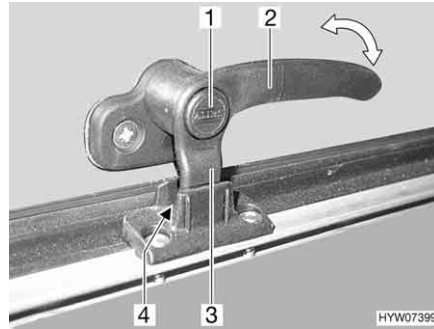
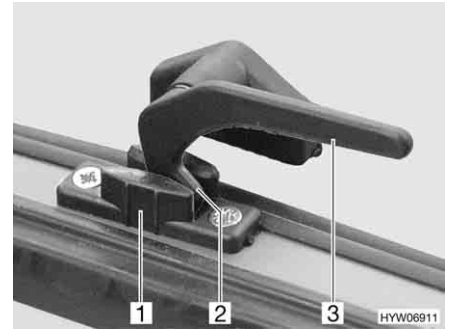

Bild 99 Verriegelungshebel mit Sicherungsknopf in Stellung "Dauerbelüftung"
Bild 100 Verriegelungshebel in Stellung "Dauerbelüftung"
- in Stellung "Dauerbelüftung" (Bild 99 und Bild 100)
- Wenn vorhanden, Sicherungsknopf (Bild 99,1) drücken und gedrückt halten.
- Alle Verriegelungshebel (Bild 99,2 oder Bild 100,3) eine viertel Umdrehung zur Haubenmitte hin drehen.
- Alle Verriegelungshebel wieder zurückdrehen. Die Verriegelungsnase (Bild 99,3 oder Bild 100,2) dabei in die Aussparung der Haubenverriegelung (Bild 99,4 oder Bild 100,1) einfahren.